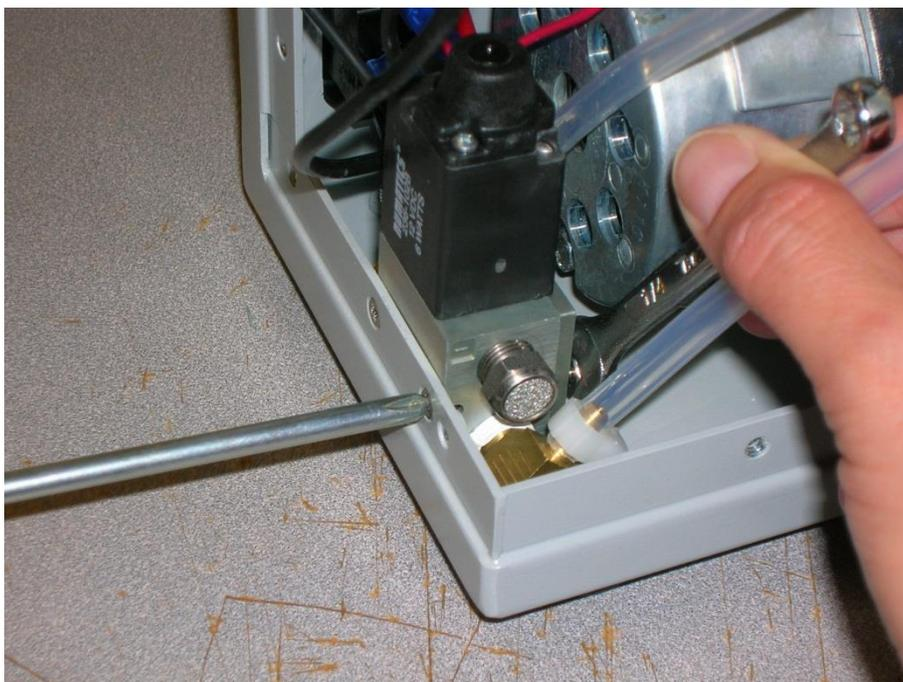

Figura 4-2
3. Remueva los dos tornillos que conectan al solenoide a la estructura. Usted no tiene que desconectar los 3 cables negros del solenoide, ellos deben ser suficientemente largos para permitirle colocarlo en una superficie plana para limpiarlo. Ver Figura 4-2.